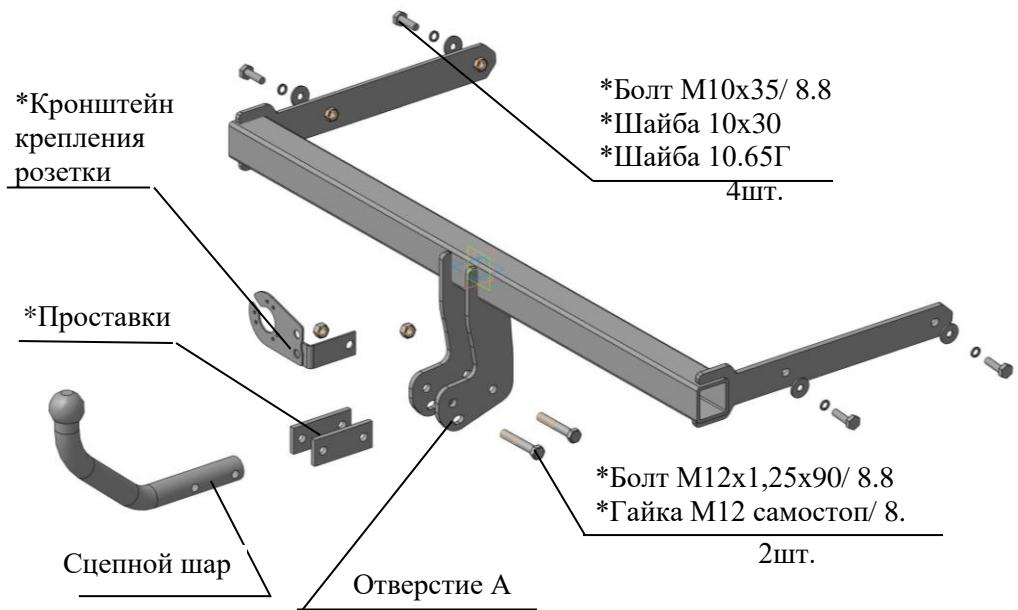

Рис.1 Тягово-сцепное устройство ТСУ 9170.
2.1 ТСУ 9170 в сборе (рис.1)	1 шт.
2.2 Пакет с комплектующими (см. рис.1) Задний колпак	1 шт.